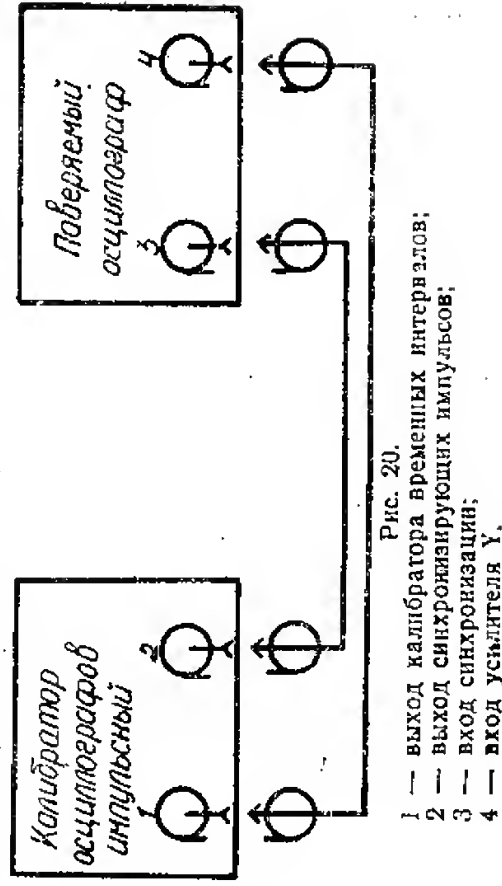

Рис. 20.
14.3.3.3. Погрешность коэффициентов развертки определяют методом прямых измерений при помощи калибратора осциллографов ИИ-9 (рис. 20).